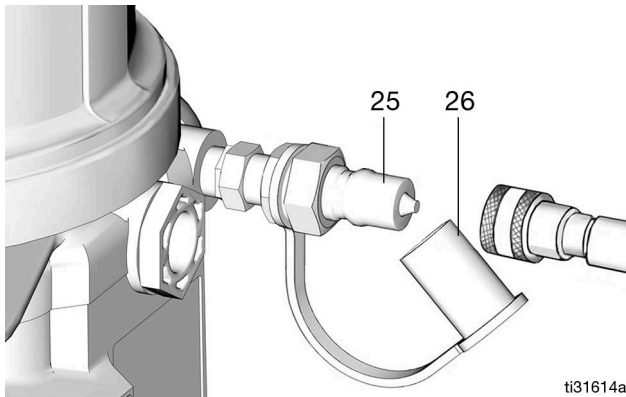

FIG. 26
- Limpie siempre el racor de entrada (25) (FIG. 26) con un paño limpio y seco antes de llenar el depósito. La suciedad y/o los residuos pueden dañar la bomba y/o el sistema de lubricación.
1. Quite el tapón antipolvo (26) y conecte la manguera de llenado al racor de entrada (25) (FIG. 26).